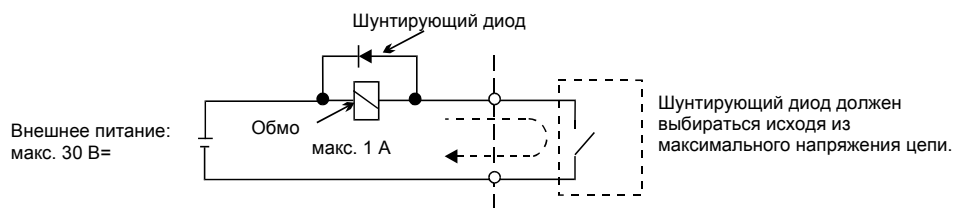

Рис. 6 Подключение шунтирующего диода
*3. При коммутации индуктивной нагрузки, например, обмотки реле, питаемой от источника постоянного тока, подключайте шунтирующий диод, как показано на Рис. 6